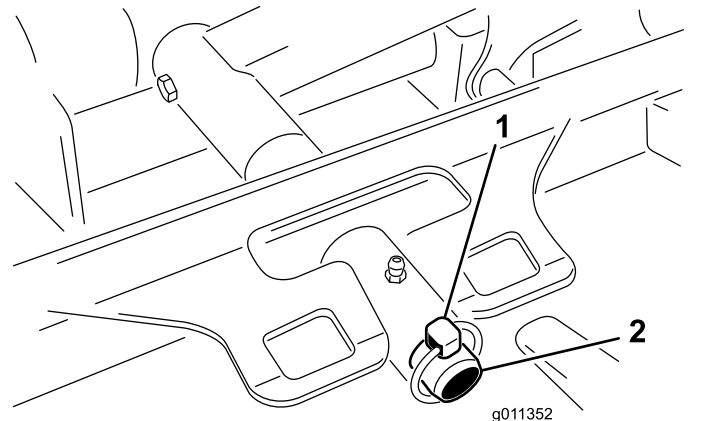

Bild 99
3. Entfernen Sie den Klappstecker (für Groundsmaster 4500-Maschinen) oder die Befestigungsmutter (für Groundsmaster 4700-Maschinen), mit dem bzw. der der Mähwerkträgerrahmen am Lagerbolzen des Hubarms befestigt ist (**Bild 99**).
2. Schieben Sie den Trägerrahmen des Mähwerks auf den Lagerbolzen des Hubarms (Bild 99). Befestigen Sie das Mähwerk mit dem Klappstecker (für Groundsmaster 4500-Maschinen) oder der Befestigungsmutter (für Groundsmaster 4700-Maschinen) am Lagerbolzen.